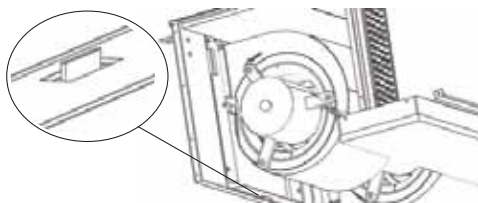

Рис. 10.9
3. Как только отверстие в крышке вентилятора окажется выше штифта на передней панели, переместите узел так, чтобы штифт вошел в отверстие. (Рис. 10.9).